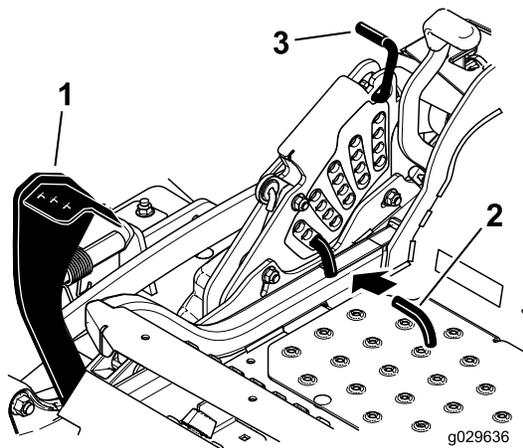

Figure 90
5. Enfoncez la pédale de levage du tablier de coupe au maximum pour verrouiller le tablier à la position de transport de 14 cm (5,5 po) (Figure 90).